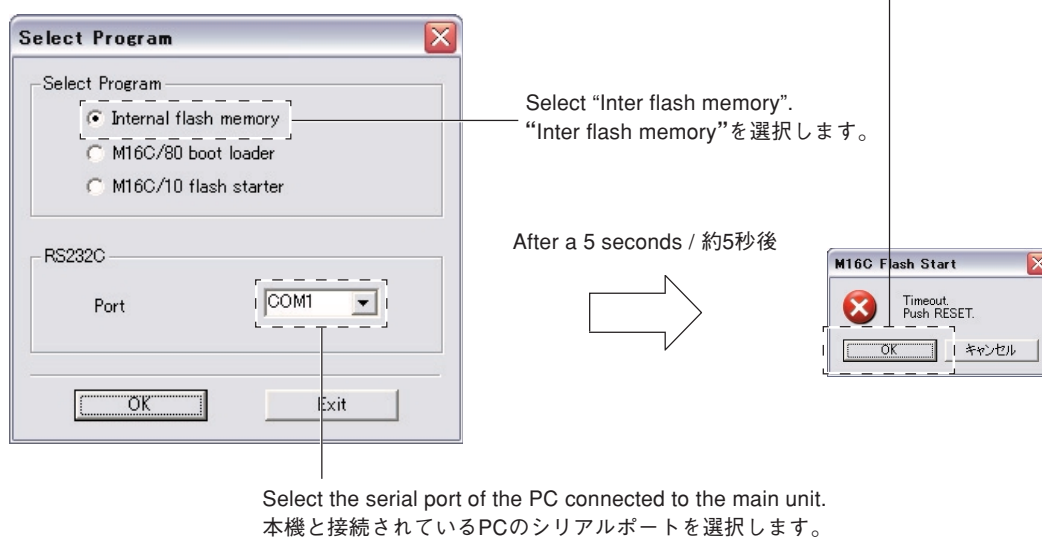

Fig. 2
"Select Program" is displayed. (Fig. 2)
7. Select Program: "Inter flash memory", RS232C Port: "COMx (serial port of the PC connected to this unit)". (Fig. 2)
8. After confirming settings, click [OK]. About 5 seconds later, "M16C Flash Start" is displayed. (Fig. 2)
10. Click [OK]. (Fig. 2)
「Select Program」が表示されます。(Fig. 2)
7. Select Program: 「Inter flash memory」、RS232C Port: 「COMx(本機と接続されているPCのシリアルポート)」を選択します。(Fig. 2)
8. 設定確認後、[OK]をクリックします。約5秒後、「M16C Flash Start」が表示されます。(Fig. 2)
10. [OK]をクリックします。(Fig. 2)